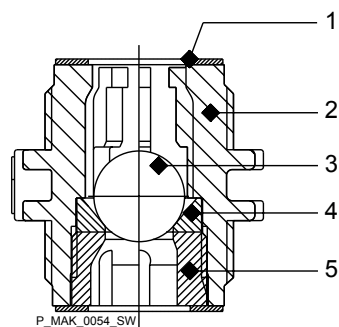

Fig. 28: Sección de la válvula de una bola
1. ➔ Enrosque la tapa de la válvula (5) en el lado de aspiración (consulte Fig. 28).
2. ➔ Retire con cuidado las piezas del cuerpo de la válvula (2).
6. ➔ Si lo hay: Coloque el resorte de compresión en el cuerpo de la válvula (2).
7. ➔ Coloque la bola de válvula (3) y el asiento de la válvula (4).
8. ➔ Enrosque la tapa de la válvula (5).